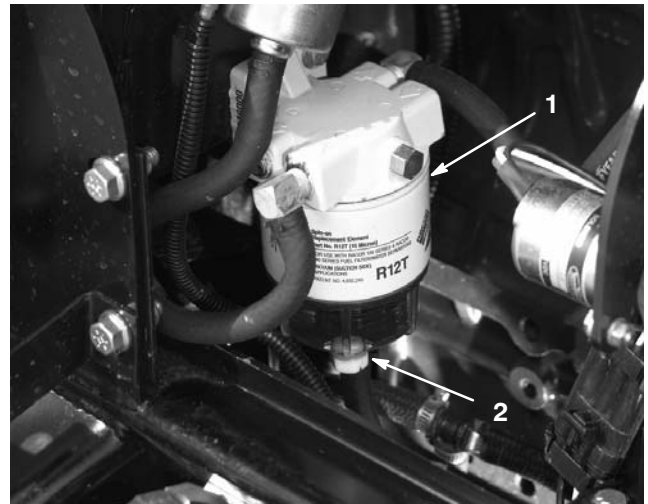

Bild 49
Entleeren Sie Wasser und andere Fremdstoffe täglich aus dem Wasserabscheider (Bild 49).
2. Lockern Sie die Ablassschraube an der Unterseite der Filterglocke (Bild 49). Ziehen Sie anschließend die Verschlusschraube wieder fest.